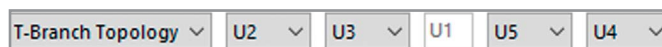

Рис. 10. Выпадающие списки для установки требуемого порядка конечных устройств в топологии T-Branch
1. Необходимо выбрать требуемую топологию из выпадающего списка. Поддерживаются варианты топологии Fly-By Topology и T-Branch Topology. Если выбран вариант топологии Fly-By, то компоненты-приёмники входят в заданный диапазон обозначений (Point-to-Point) и программа попытается установить порядок компонентов-приёмников автоматически. Если Мастер запускается до того как была произведена расстановка компонентов, то порядок устройств должен быть указан вручную, с помощью выпадающих списков. Если выбран вариант топологии T-Branch, то половина компонентов-приёмников должна быть показана до компонента-источника, а половина – после. В данном случае можно использовать выпадающие списки (см. рис. 10) для установки требуемого порядка компонентов-приёмников.